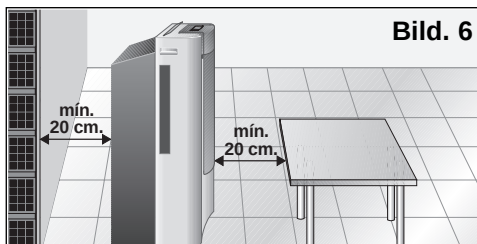

Bild. 6
- ☐ Av säkerhetsskäl skall apparaten alltid ställas minst 20 cm från närmaste yta innan den kopplas på, Bild 6.